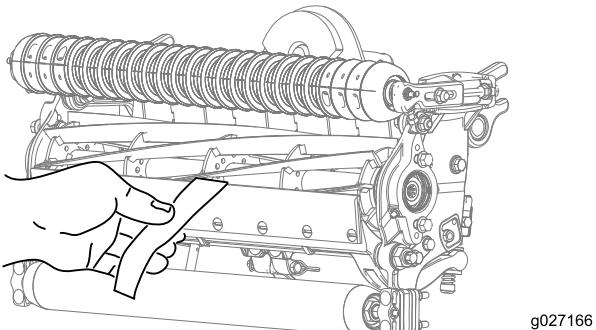

Figura 10
- Pruebe el rendimiento de corte insertando una tira larga de papel de prueba del rendimiento de corte de Toro entre el molinete y la contracuchilla, perpendicular a la contracuchilla (Figura 10). Gire el molinete **lentamente** hacia adelante; debe cortar el papel.